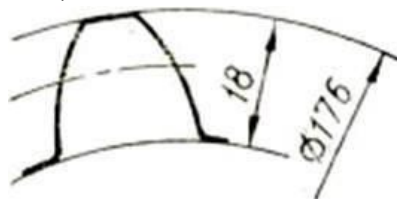

Рис.3
12. Сколько, зубьев имеет нормальное прямозубое зубчатое колесо с указанными размерами (рис. 3)?